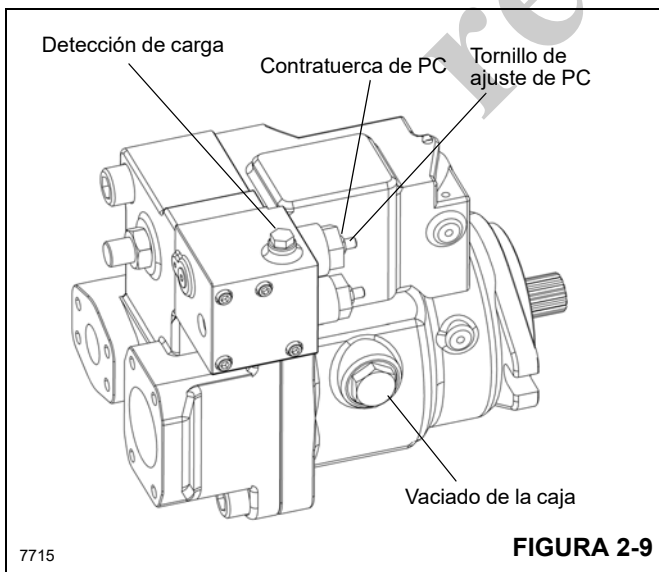

FIGURA 2-9
muestra en la (Figura 2-9). Afloje la contratuerca M8 y utilice una llave Allen de 4 mm para hacer el ajuste. El giro en sentido horario aumenta el ajuste; cada vuelta representa 100 bar (1450 psi).
2. Arranque el motor y active la palanca del malacate. Ajuste la válvula de ajuste de compensador de presión (PC) (Figura 2-9) en sentido contrahorario para obtener la presión correcta. Consulte la Tabla 2-2 para una indicación correcta de la presión máxima de la bomba.